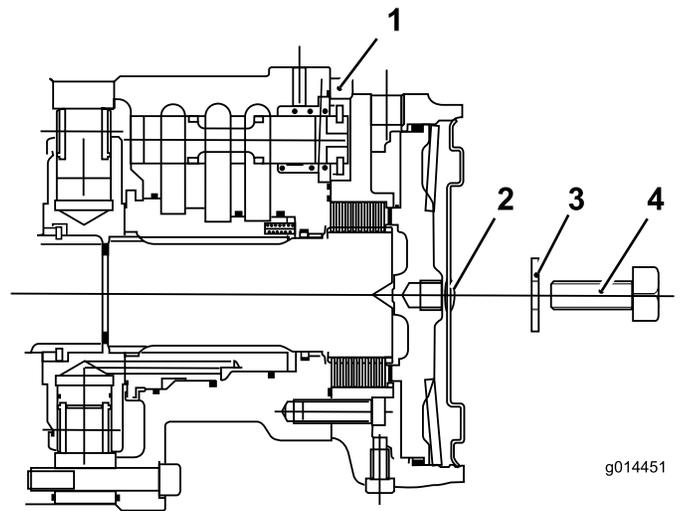

Bild 44
- C. Montieren Sie die Sechskantschraube an die Motorendplatte (Bild 44).